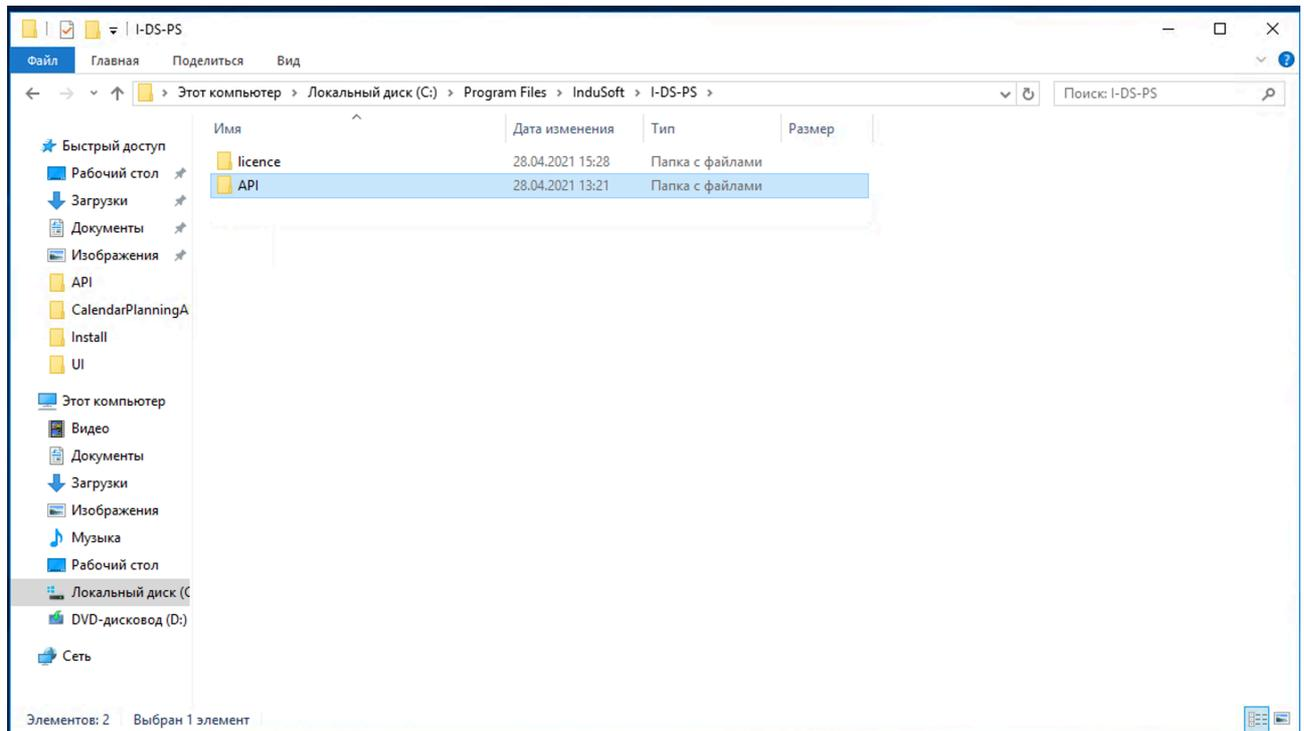

Рисунок 6.1 Распаковка архива серверной части
1. Распаковать архив I-DS-PS-API.zip в папку **C:\Program Files\InduSoft\I-DS-PS**, Рисунок 6.1